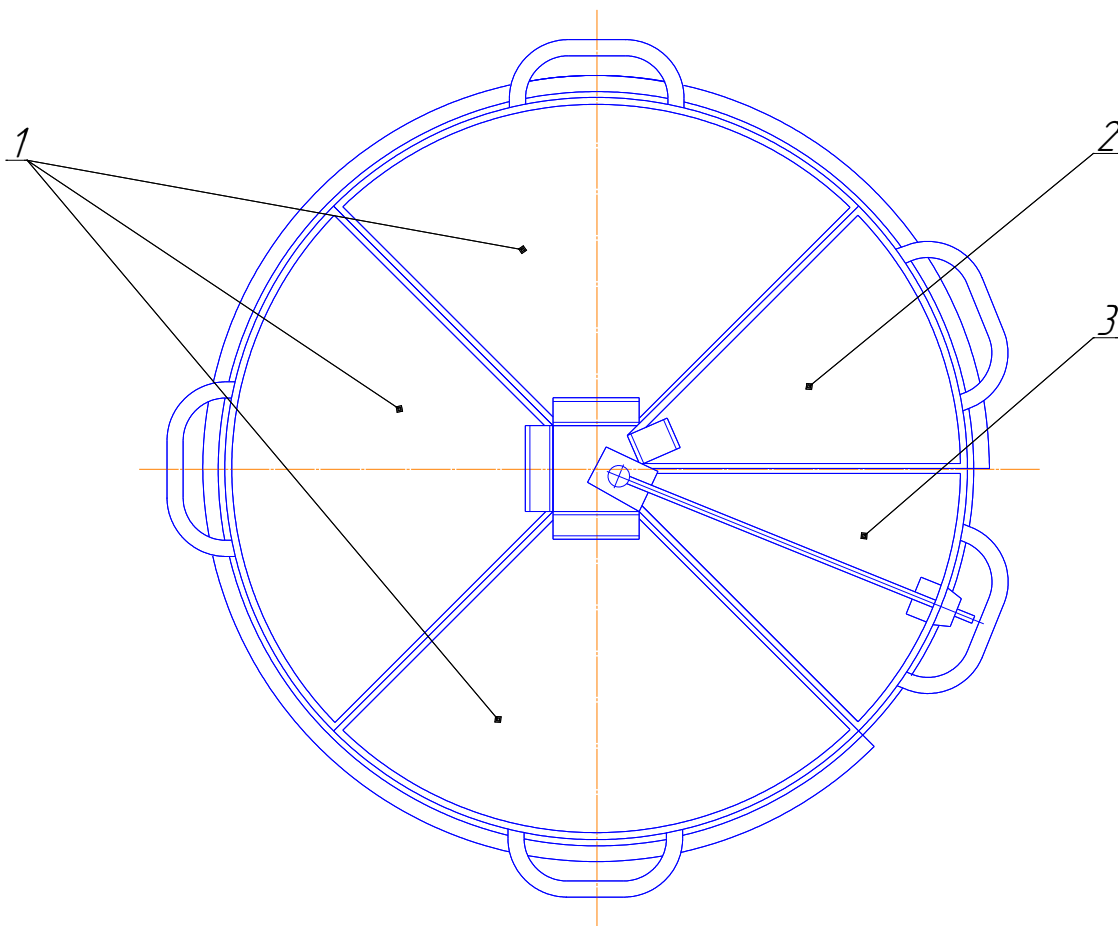

Рис. 3 Пробосборник с лотками
- ослабьте винт-барашек 2 (Рис. 3а), фиксирующий отсекаТЕЛЬ 1;
Рис. 3а Лоток с возможностью регулировки степени сокращения